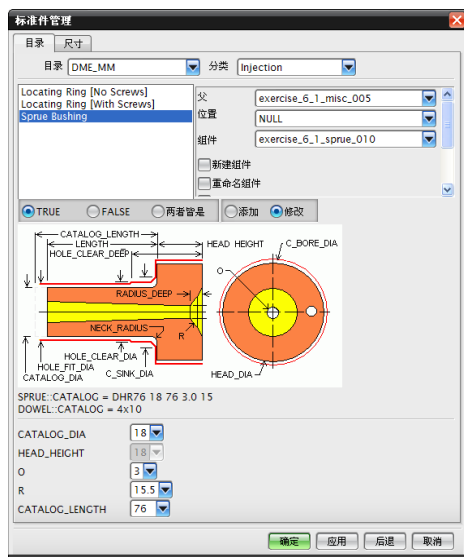

图 7-38 浇口套
(4) 在 MoldWizard 工具条中单击【标准件】图标, 弹出如图 7-38 所示的【标准件管理】对话框。
(2) 在【标准件管理】对话框中, 设置【目录】为 DME_MM, 【分类】为 Injection, 以及 Sprue Bushing, 如图 7-38 所示。
(3) 在【标准件管理】对话框的底部, 设置【CATALOG_DIA】为 18, 【R】为 15.5, 【CATALOG_LENGTH】为 76, 其余参数使用系统的默认设置。如图 7-38 底部所示。